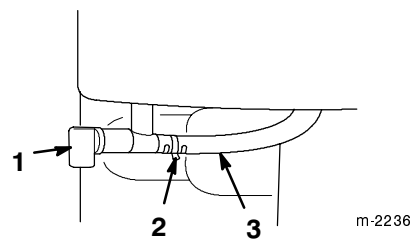

Bild 19
- **Kraftstoffhahn** (Bild 19)—Schließen Sie den Hahn, indem Sie ihn im Uhrzeigersinn drehen. Öffnen Sie den Kraftstoffhahn durch Drehen nach links. Schließen Sie den Hahn, wenn die Schneefräse außer Betrieb genommen wird.
3. Öffnen Sie den Kraftstoffhahn unter dem Kraftstofftank (Bild 19).